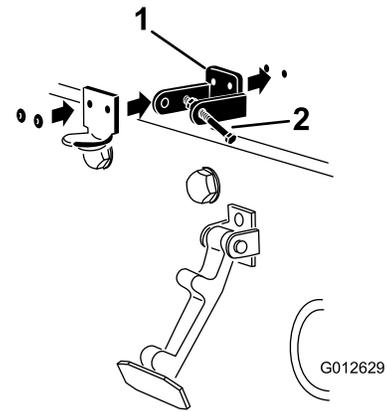

図 8
3. CEロックブラケットとフードラッチブラケットの穴を整列させてフードにセットする。ロックブラケットをフード側にフードに当てて取り付けます 図 8。ロックブラケットアームについているボルトナットアセンブリは外さないでください。
5. ブラケットとワッシャをフードにリベットで固定する 図 8。